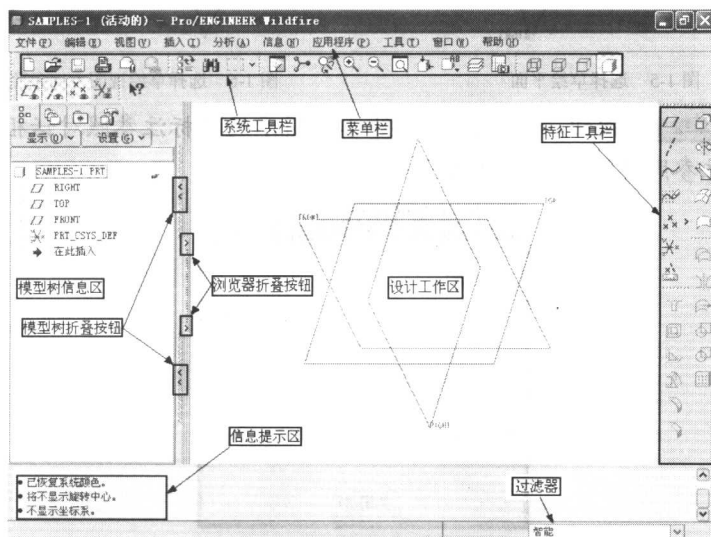

图 1-2 Pro/ENGINEER Wildfire 视窗界面
1. 双击 Windows 桌面上的  图标，启动 Pro/ENGINEER Wildfire 软件，其视窗界面如图 1-2 所示。